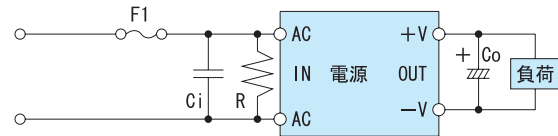

図3.1 外付け部品の接続方法
■出力リップル電圧をさらに低減する場合は、図3.1のように出力端子にコンデンサCoを接続してください。
本電源には、入力ヒューズが内蔵されていないため、AC入力端子に125V2Aスローブロー型（安全規格認定品）のヒューズF1を図3.1のように実装してください。
本電源は、AC入力端子にコンデンサCiを実装することで、雑音端子電圧VCCI class Bに準拠できます。なお、安全規格に適合させるためには、Ciは安全規格認定品である必要があります。また、放電抵抗Rが必要となります。図3.1を参照ください。